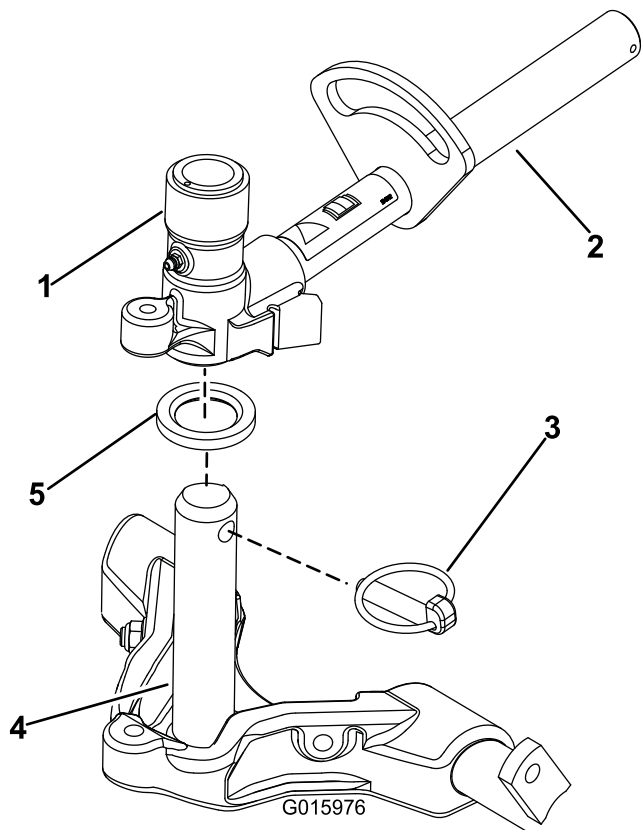

図 16
9. キャリアフレームのシャフトにきれいなグリスを塗る 図 16。
10. フロントに取り付けるカッティングユニットは、昇降アームの下に入れるときにキャリアフレームのシャフトを昇降アームのピボットヨークに挿入する 図 16。スラストワッシャがキャリアフレームのシャフトの所定位置にあることを確認すること。
11. クリックピンを使って、キャリアフレームシャフトを昇降アームのヨークに固定する 図 16。
- B. 昇降アームのヨークをキャリアフレームのシャフトに通す 図 16。